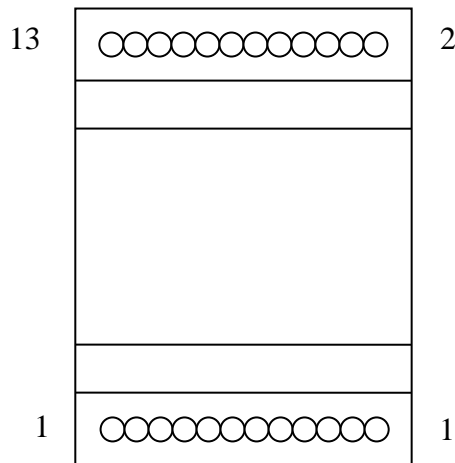

Рис.1 Преобразователь ПТЦ
7.1. На рис. 1 изображен внешний вид преобразователя